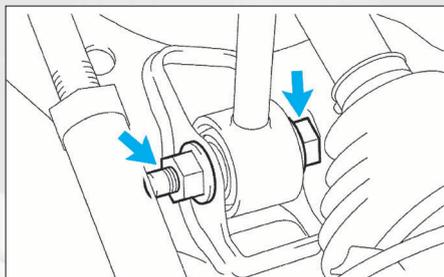

FIG. 2
- Déposer la fixation inférieure de l'élément de suspension du triangle inférieur (fig. 2).